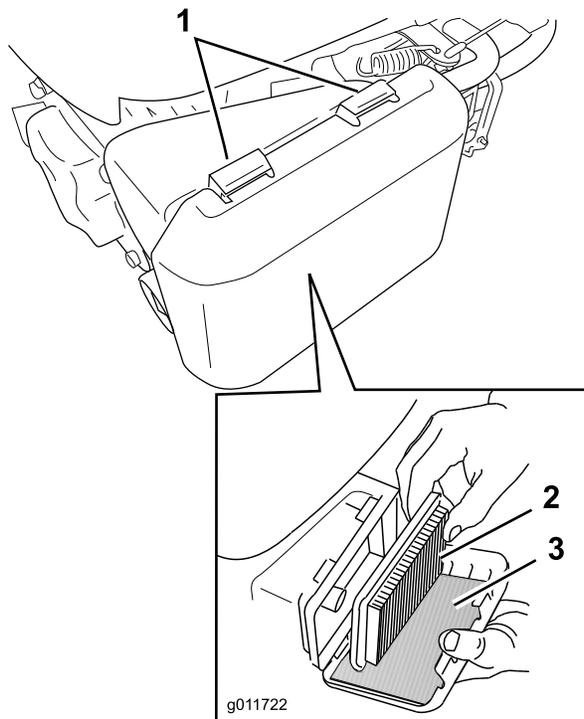

Figura 37
- Presione hacia abajo los cierres de la parte superior de la tapa del limpiador de aire (Figura 37).
- Retire el filtro de aire de papel y el pre-filtro de gomaespuma (Figura 37).